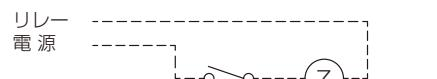

図 10
- 2) 図 10 のように切換 SW、リレーを設けてください。(現地手配)